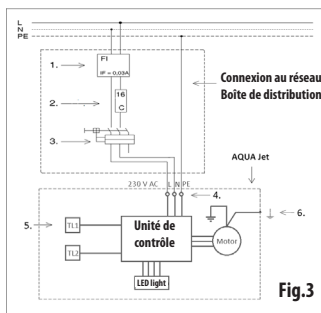

Fig.3
**Schéma électrique pour AQUA Jet 100 (fig. 3):**
Il faut connecter les pompes nage à contre-courant au réseau à l'aide du démarreur de moteur, du disjoncteur et du RCD (voir le schéma de la connexion fig. 3). Leur exclusion peut menacer la vie ou présenter le menace général. L'installation doit être située en dehors de la zone de protection de la piscine (zones 0, 1 et 2), voir la norme ČSN 33 2000-7-702, avec le minimum de 3,5 m à partir du parois de la piscine, voir fig. 4.